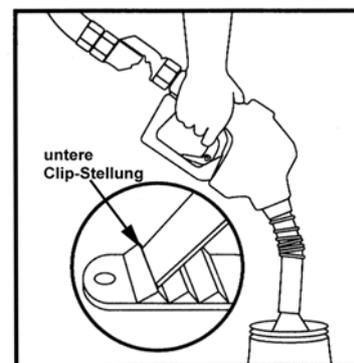

Bild 7
- Einfüllen in den Testkanister beginnen, Zapfpistole in untere Clip-Stellung bringen (Bild 7).